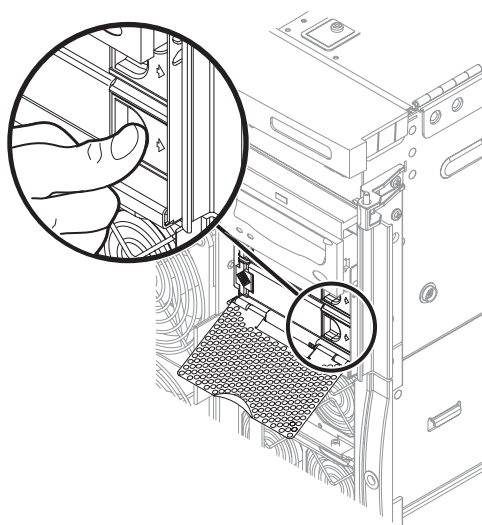

図 5-2 ハードディスクドライブハンドルの外し方
7. ラッチを右に押して、ドライブハンドルを開きます (図 5-2)。